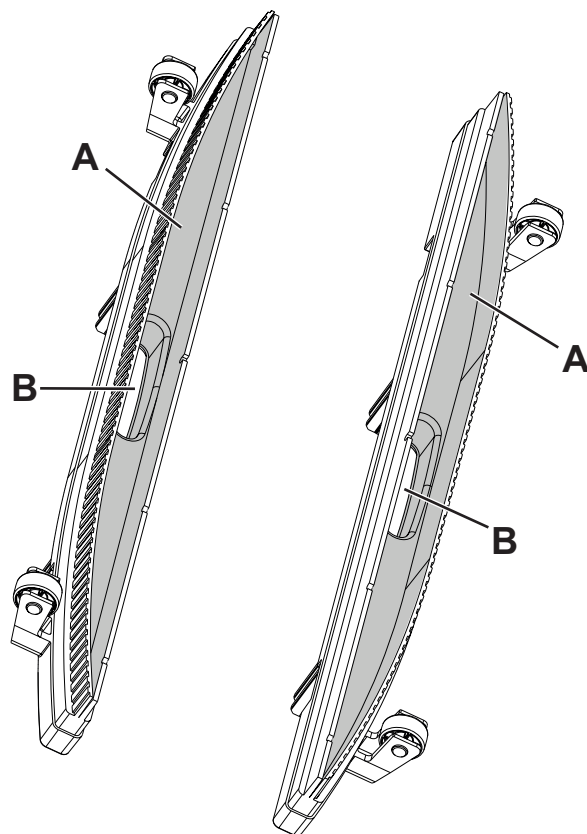

Figure 9
2. Déposer le bac des réservoirs (13) du corps de la machine en utilisant la poignée (15).
3. Soulever le corps de la machine jusqu'à atteindre la partie inférieure de la tête de nettoyage (16).
4. Démontez les embouchures (20) en les tirant à l'extérieur.
5. Nettoyer et laver les embouchures. Nettoyer en particulier les compartiments de convoyage (A, Fig. 9) et l'orifice d'aspiration (B). Contrôler que les lamelles soient en parfait état et ne présentent aucune coupure ou lacération, sans quoi remplacer les embouchures.